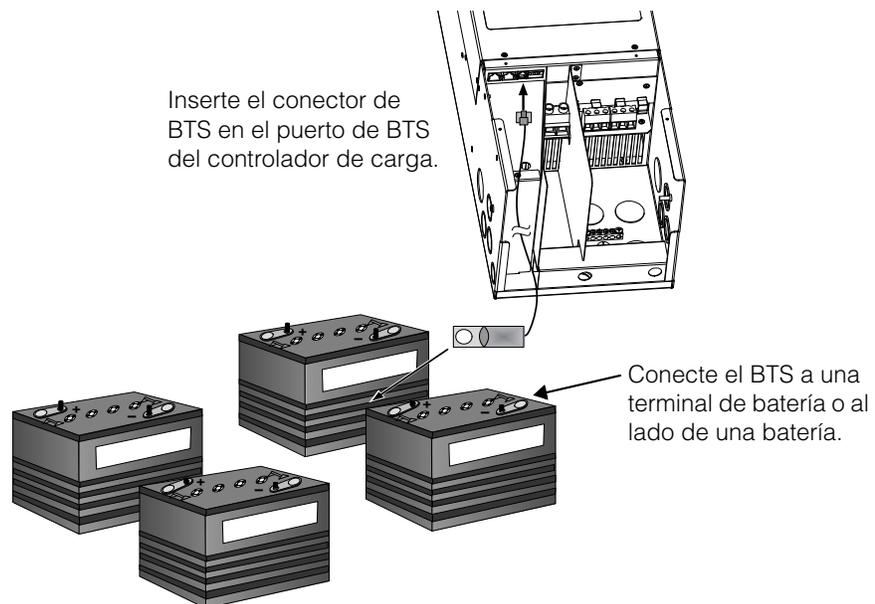

Figura 2-15 Instalación del BTS
4. Presione el otro extremo del cable BTS a través de la tapa prepunzonada y el buje de alivio de voltaje en el controlador de carga e inserte el conector de BTS en el puerto BTS RJ-11. Consulte Figura 2-15.